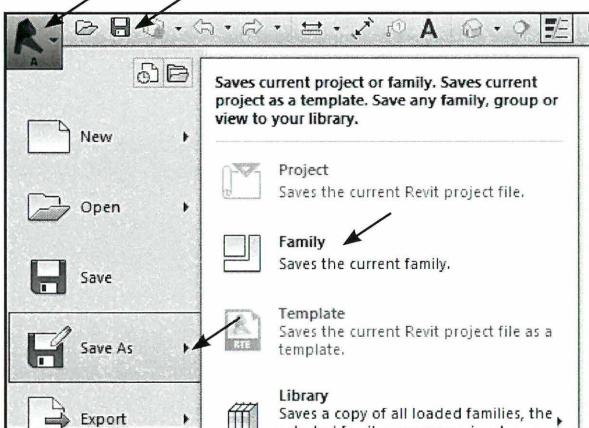

Fig. 03.06. Gem familien i dit Revit bibliotek.
- Enten blot ved at klikke på disketten i toppen af skærmen (Fig. 03.06).
- Klik *Application Menu - Save As - Family* (Fig. 03.06).